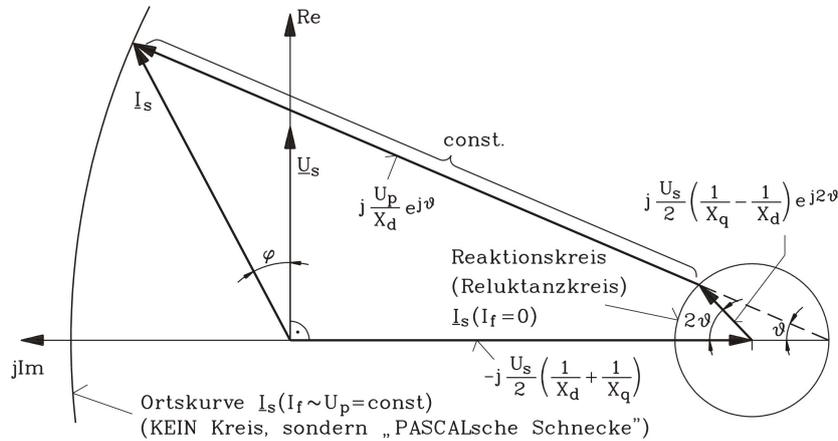
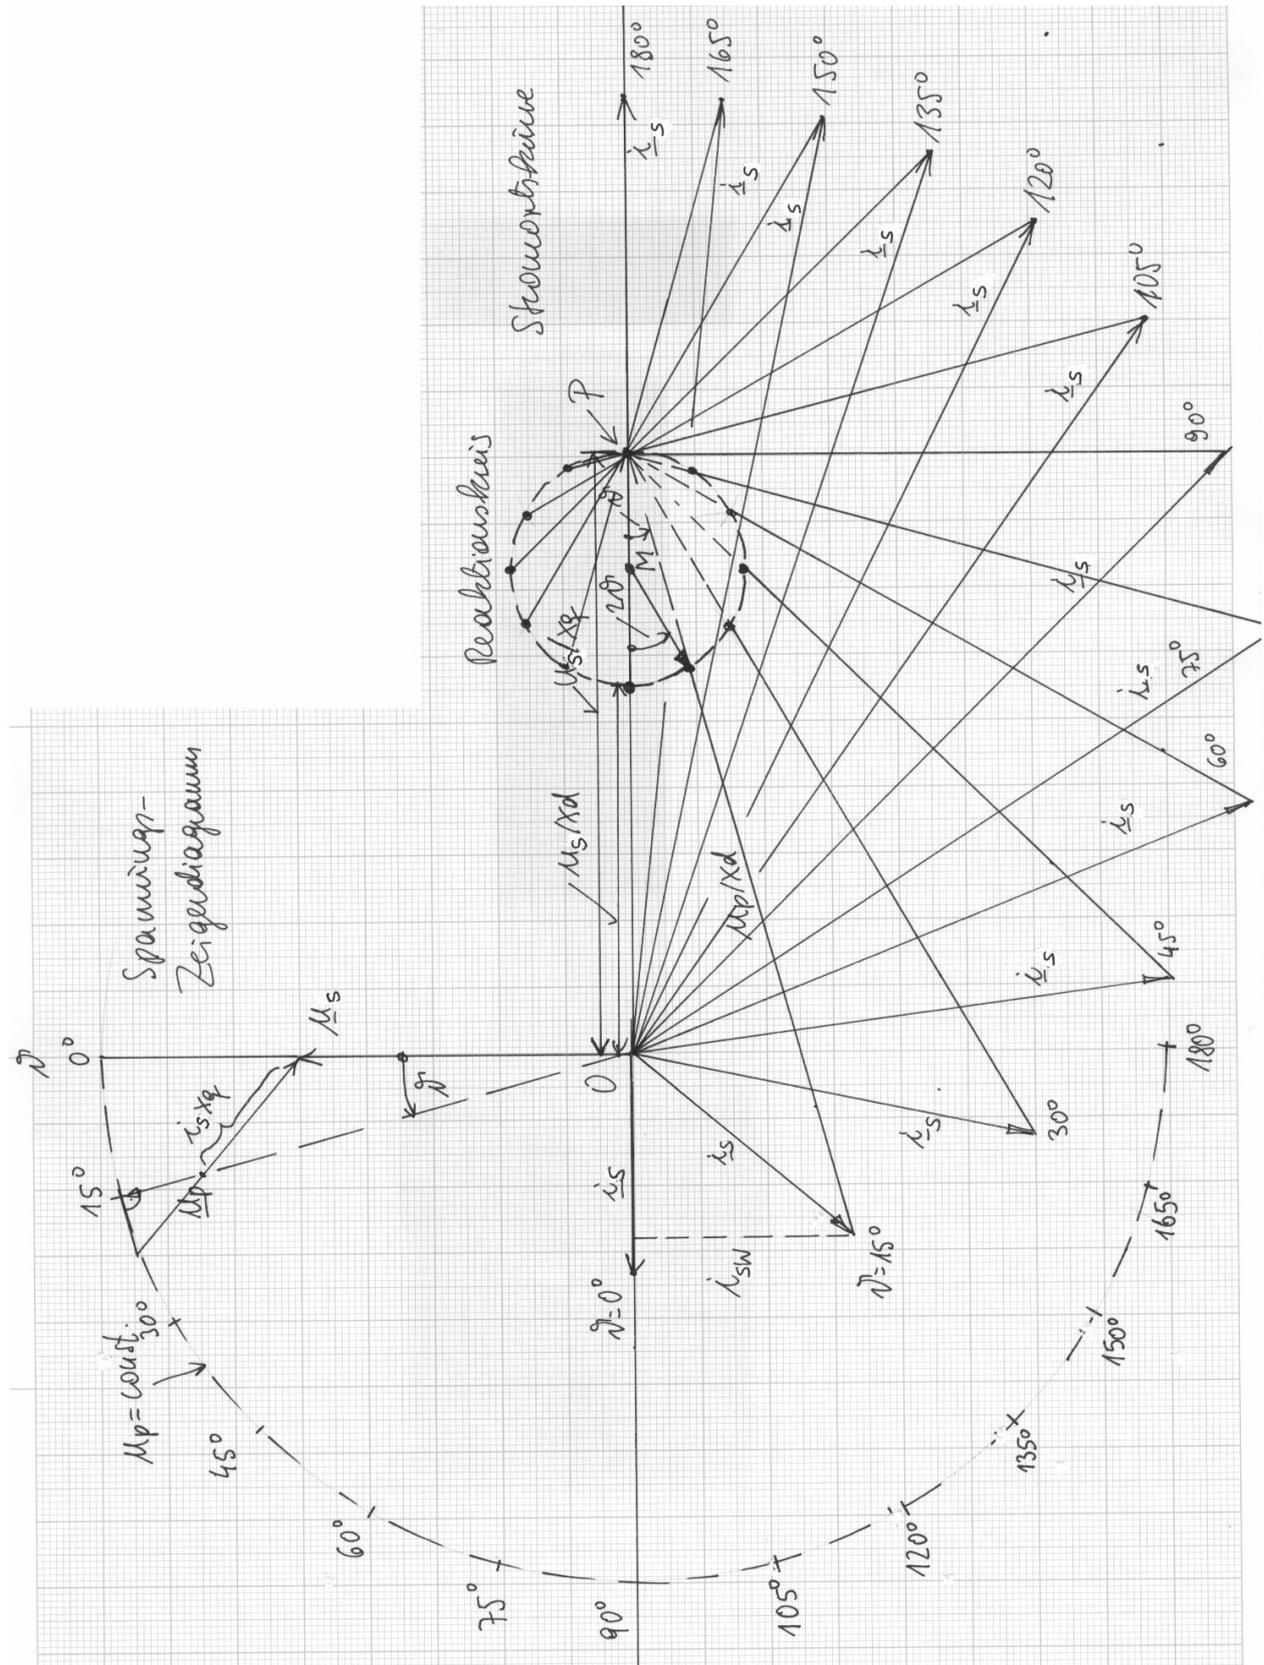

Bild 3.5-2: Stromortskurve einer Synchronmaschine bei gegebener Stator- und Polradspannung als Funktion des Polradwinkels
Bild 3.5-3: Stromzeigerdiagramm (in bezogenen Größen) als Ortskurve in Abhängigkeit vom Polradwinkel bei konstanter Spannung und Polradspannung
2) Indem  $U_s$  und  $U_p$  konstant gehalten werden und der Polradwinkel verändert wird, erhält man Bild 3.5-3 nach den Regeln von Bild 3.5-2.
Man erhält das Moment aus dem Wirkstrom von Bild 3.5-3: